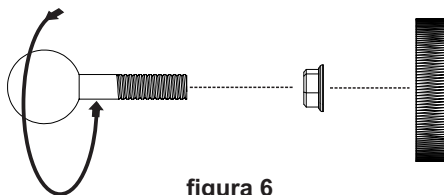

figura 6
Montare (4) e (5) come indicato nella figura 6. Avvitare il pomello a vite (4) nell'inserto scanalato sul retro dell'altoparlante (6) (l'altoparlante non è mostrato in basso). Stringere il dado M8 (5) all'altoparlante con una chiave apposita. L'assemblaggio sarà simile a quello indicato nella figura 7.